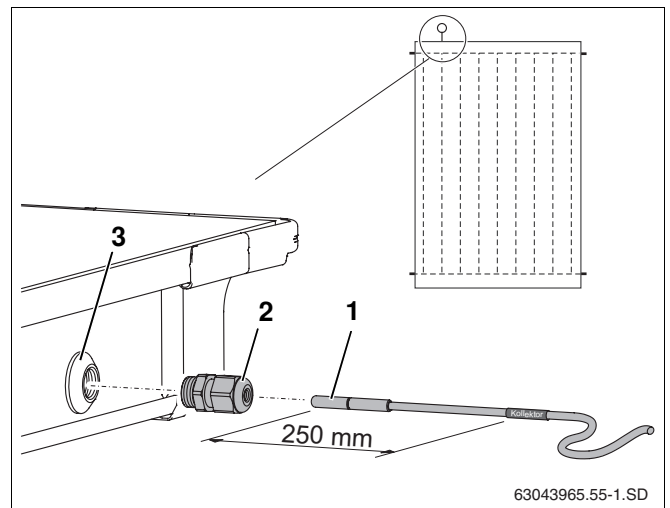

Fig. 54 Insérer la sonde dans le capteur
Pour que l'installation solaire fonctionne parfaitement, il est nécessaire d'insérer la sonde (Fig. 54, **Pos. 1**) jusqu'à la butée (correspond à env. 250 mm) dans le conduit.
- ▶ Percer la couche d'étanchéité de la gaine de sonde à l'aide de la sonde ou du tournevis (Fig. 54, **Pos. 3**).
- ▶ Visser l'écrou-raccord (Fig. 54, **Pos. 2**) dans la gaine de sonde.
- ▶ Visser l'écrou-raccord (Fig. 54, **Pos. 2**) à fond, si nécessaire pousser contre.
Si vous avez percé la gaine de sonde (Fig. 54, **Pos. 3**) d'un autre capteur, il faut l'étanchéifier avec le bouchon du kit de raccordement. Auparavant retirez, à l'aide du raccord de câbles (Fig. 54, **Pos. 2**), l'écrou qui se trouve dans la gaine de sonde.